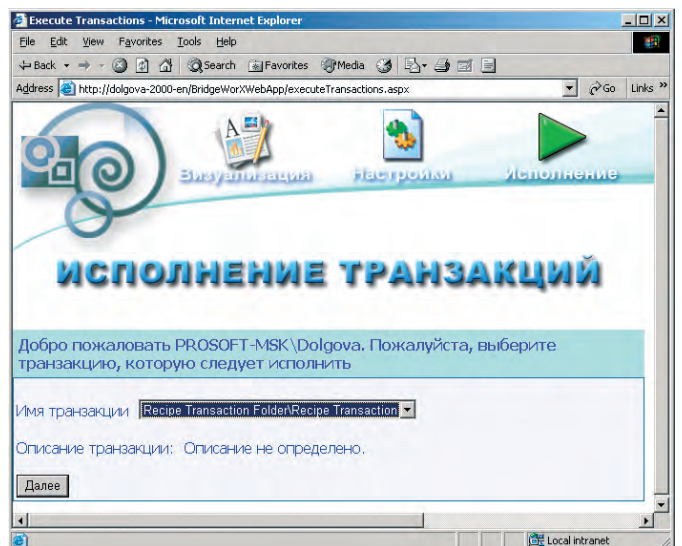

Рис. 64. Web-интерфейс: запуск транзакций
2. Нажмите кнопку **Исполнение**. При этом будет открыта страница управления запуском транзакций, показанная на рис. 64.